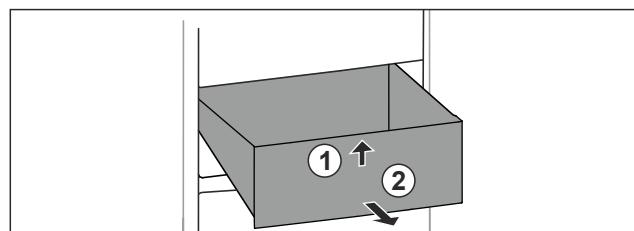

Fig. 71
- ▶ Приподнимите выдвижной ящик спереди. Fig. 71 (1)
- ▶ Извлеките выдвижной ящик движением вперед. Fig. 71 (2)